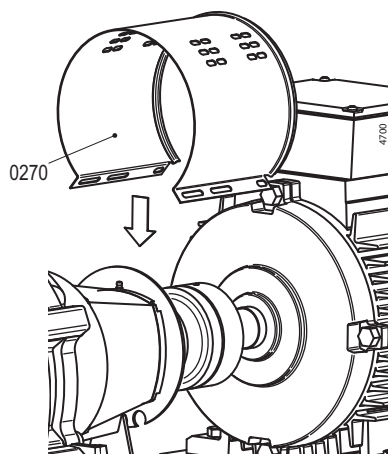

Figura 13: Instalação da cobertura do lado do motor.
- 2 Remova ambos os revestimentos (0270). Consulte o figura 13.